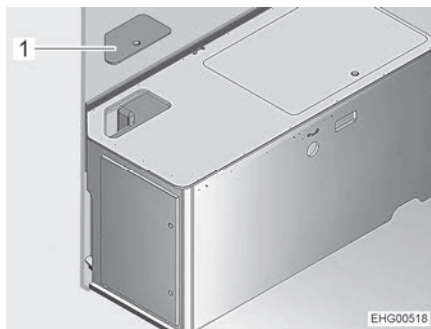

Bild 126 Sänglåda vänster
- Ta av servicelucka (Bild 126,1).